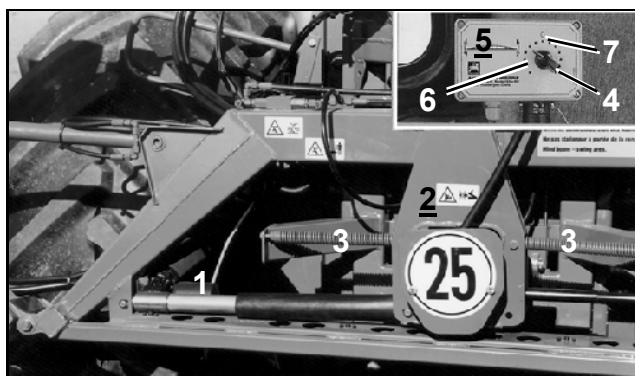
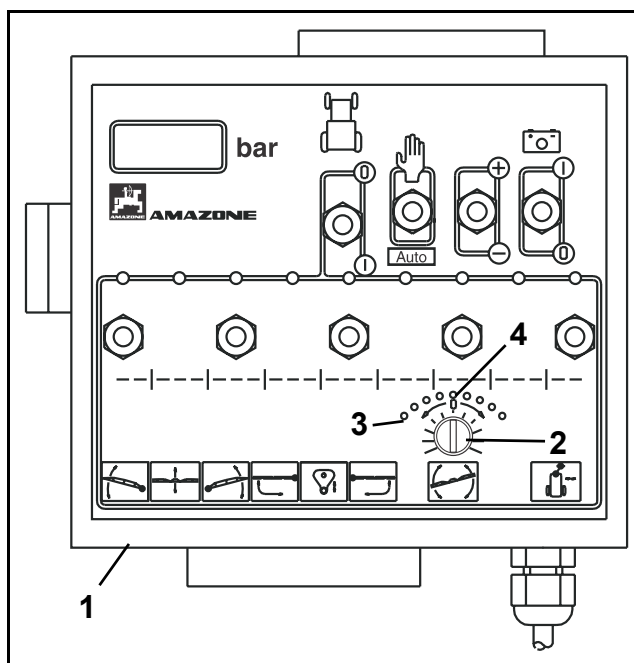

Fig. 8.62
Fig. 8.63
- Pour corriger l'assiette de la rampe en position dépliée, faites tourner le bouton (Fig. 8.62/4 ou Fig. 8.63/2). Les graduations de l'échelle correspondent chacune à un angle d'inclinaison de la rampe bien déterminé.